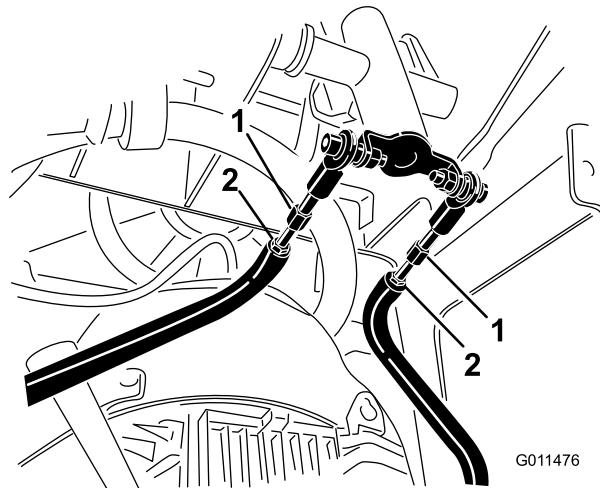

Figura 51
- Desaperte as porcas de bloqueio nas barras de tração, debaixo do painel de controlo (Figura 51).